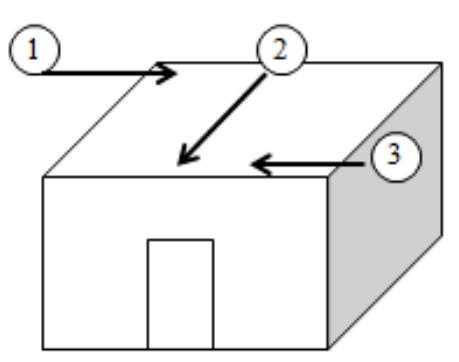

Figura No. 1, Dirección de Flujo de limpieza de techos
6.5.1.3 **Limpieza de los techos:** Humedecer el paño de microfibra con desinfectante autorizado y hacer trazos rectos, firmes y superpuestos por toda la superficie como se indica en la Figura No. 1, Dirección de Flujo de limpieza de techos. Utilizar el mismo flujo para los siguientes pasos.
- 6.5.1.4 Humedecer un paño de microfibras con Agua de ósmosis y hacer trazos rectos, firmes y superpuestos por toda la superficie como se indica en la Figura No. 1 para eliminar el desinfectante.
- 6.5.1.5 Humedecer nuevamente el paño de microfibra con desinfectante autorizado y hacer trazos rectos, firmes y superpuestos por toda la superficie como se indica en la Figura No. 1
- 6.5.1.7 Humedecer un paño de microfibras con Agua de ósmosis y hacer trazos rectos, firmes y superpuestos por toda la superficie como se indica en la Figura No. 1 para eliminar el desinfectante.